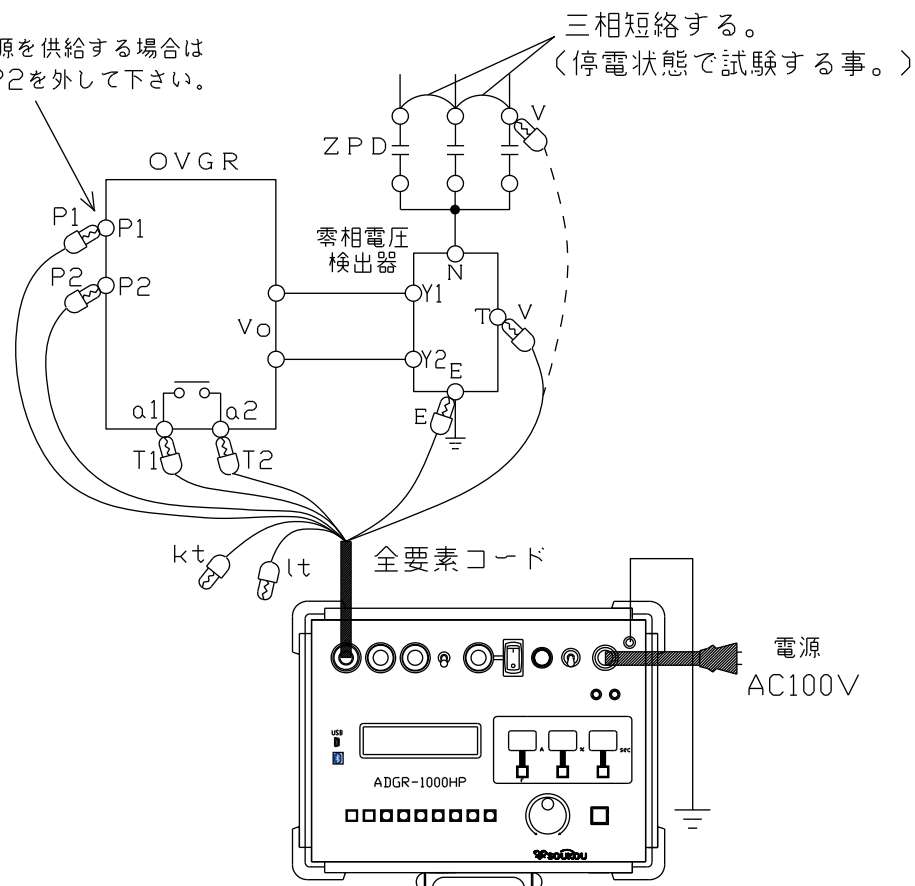

図8：OVGRの試験回路図
5. 以上のような点を注意し、試験回路を構成します。（図8）